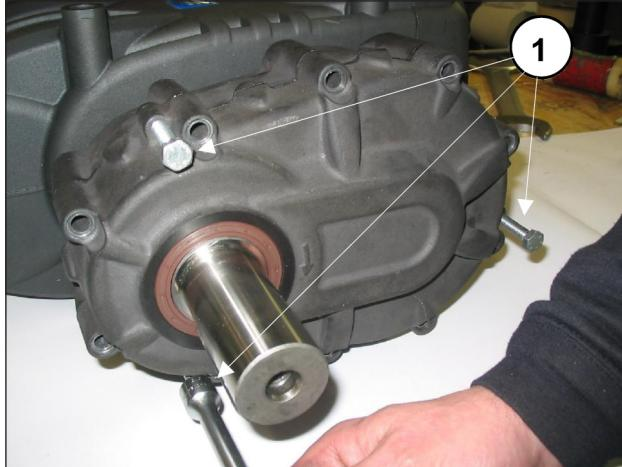

Abb. 16
- Drehen Sie in die entsprechenden Bohrungen 3 Stiftschrauben oder Gewindeschrauben M8 (Abb. 16, Pos. ①) als Abzieher ein und schlagen Sie gleichzeitig auf das Ritzel, damit sich das Lager beim Abnehmen des Deckels nicht vom Ritzel löst (Abb. 17).